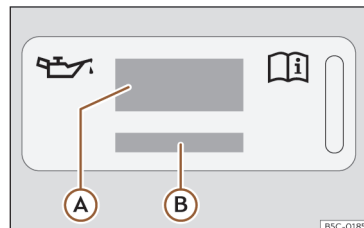
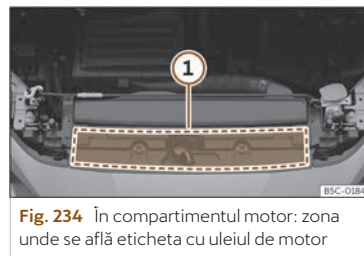

Fig. 233 În compartimentul motor: eticheta cu ulei de motor
Fig. 234 În compartimentul motor: zona unde se află eticheta cu uleiul de motor
Explicație pentru >>> **fig. 233:**
Dacă este necesară completarea cu ulei de motor, utilizați numai uleiurile indicate pe etichetă >>> **fig. 233**. Eticheta cu standard prevăzut este amplasată în partea din față a compartimentului motor >>> **fig. 234** (1). Dacă utilizați uleiul de motor recomandat, puteți completa uleiul ori de câte ori este necesar.
- Dacă lipsește eticheta cu specificațiile uleiului de motor >>> **fig. 233**, contactați un atelier specializat.